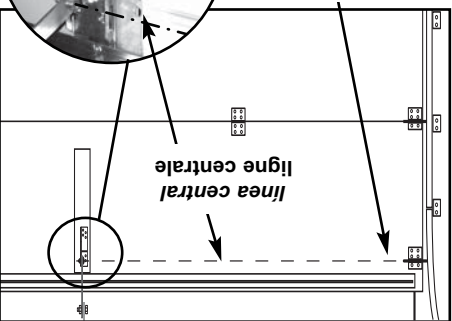

FIG. 2-7
• El soporte de la puerta está montado en la puerta tan alto como sea posible a lo largo de la línea central vertical y NO MÁS BAJO que el juego de rodillos superior (Fig. 2-7).
• Le support de porte est installé sur la porte le plus haut possible le long de la ligne centrale verticale et PAS PLUS BAS que les rouleaux supérieurs (Fig. 2-7).